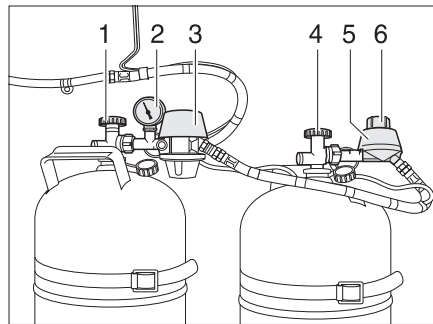
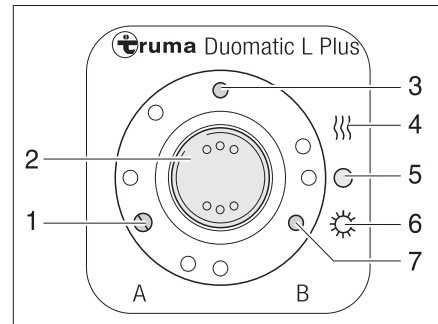

Fig. 83 Dispositif de commutation Duomatic
Fig. 84 Unité de commande
Le dispositif de commutation Duomatic consiste en un régulateur central (Fig. 83,3) et un régulateur de commutation (Fig. 83,5). Un bouton rotatif (Fig. 83,6) situé sur le régulateur de commutation permet de définir laquelle des bouteilles de gaz est celle de service et laquelle est celle de réserve.
Le manomètre (Fig. 83,2) du régulateur central affiche la pression dans la bouteille de gaz et non pas le niveau de remplissage de la bouteille. Le manomètre permet de contrôler l'étanchéité de la bouteille de gaz.
Seules les fonctions électriques peuvent être activées sur l'unité de commande (Fig. 84). Les robinets principaux des bouteilles de gaz (Fig. 83,1 et 4) doivent être ouverts manuellement.
- Ouvrir les robinets principaux des bouteilles de gaz (Fig. 83,1 et 4).
- Choisir la bouteille de gaz avec le bouton rotatif (Fig. 83,6) situé sur le régulateur de commutation (Fig. 83,5) à partir de laquelle le gaz sera utilisé principalement (bouteille de service).
Lorsque le bouton rotatif se situe dans le domaine rouge, le gaz est prélevé prioritairement à partir de la bouteille de gaz équipée du régulateur central (Fig. 83,3).
Lorsque le bouton rotatif se situe dans le domaine vert, le gaz est prélevé prioritairement à partir de la bouteille de gaz équipée du régulateur de commutation (Fig. 83,5).
- Mettre en marche le dispositif de commutation Duomatic sur l'unité de commande (Fig. 84).
Pour ce faire, régler le commutateur à bascule (Fig. 84,2) sur régime hiver "Marche et chauffage" (Fig. 84,4) ou bien sur régime été "Marche" (Fig. 84,6). Les deux régulateurs de pression du gaz sont maintenant désaérés. Le voyant de contrôle (Fig. 84,3) s'allume.
- Mettre le commutateur à bascule (Fig. 84,2) sur "O" (Fig. 84,5). Le voyant de contrôle (Fig. 84,3) s'éteint.
- Fermer les robinets principaux des bouteilles de gaz (Fig. 83,1 et 4).
Les voyants de contrôle de l'unité de commande (Fig. 84) signalisent à l'intérieur du véhicule si les bouteilles de gaz sont en état de marche.
- Voyant de contrôle "A" (Fig. 84,1) : Bouteille de gaz raccordée au régulateur central
- Voyant de contrôle "B" (Fig. 84,7) : Bouteille de gaz raccordée au régulateur de commutation